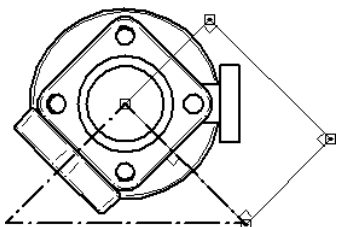

图 4.5.24 绘制矩形轮廓
(1) 选择主頁选项卡 图纸视图 区域中的局部剖命令，系统弹出“局部剖”命令条。
(2) 在系统选择图纸视图以绘制轮廓。的提示下，在图形区选择已包含有局部剖视图轮廓线的视图，系统进入“局部剖轮廓”编辑环境。绘制图 4.5.24 所示的封闭矩形作为剖切范围，然后单击“关闭局部剖”按钮返回到前一个环境。